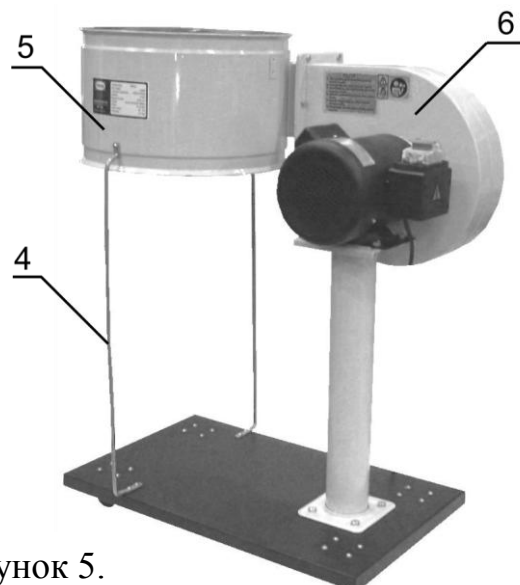

Рисунок 5.
5. Установите и закрепите стойки (4 рис. 5) корпуса пылесоса к основанию (1 рис. 5).
6. Установите и закрепите корпус пылесоса (5 рис. 5.) на стойках (4 рис. 5), соединив его с вентилятором.